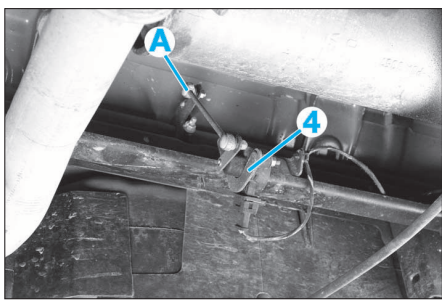

FIG. 65
- Désaccoupler la biellette du capteur de hauteur (4) en (A) (Fig.65) (véhicule équipé de la suspension pilotée).